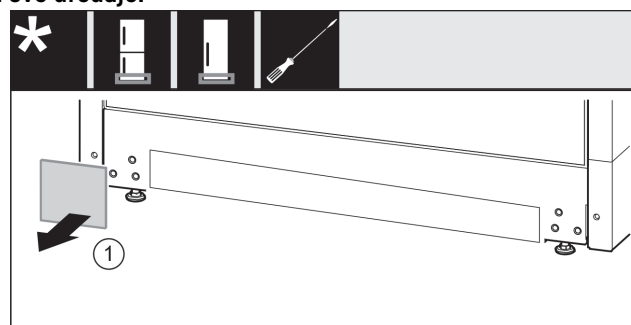

Fig. 30
- ▶ Skinite poklopac Fig. 30 (1).